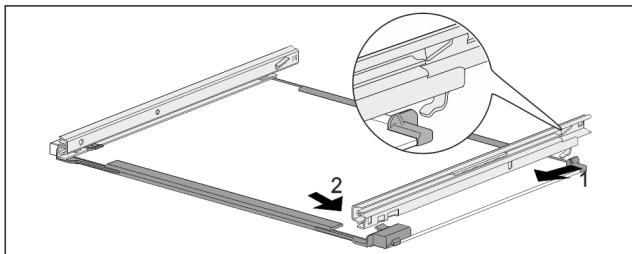

Fig. 206 Tablette en verre avec rails
- ▶ Accrocher le rail à l'arrière. Fig. 206 (1)
- ▶ Accrocher le rail à l'avant. Fig. 206 (2)